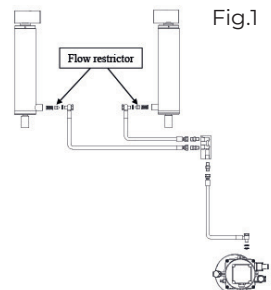

Fig.1
- Sluit de hydraulische slangen aan, zie Fig. 1